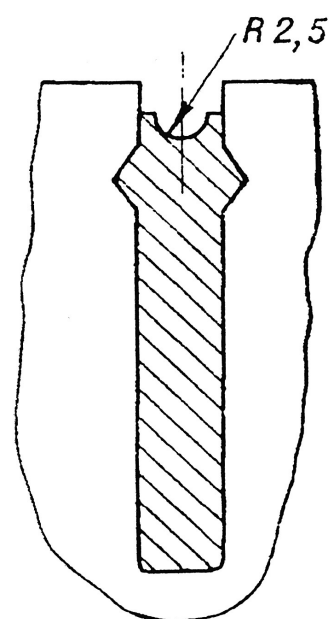

Рис. 5 Чеканка роторных стержней
2.5.6. При необходимости производите чеканку роторный стержней согласно рис. 5, так чтобы верхняя часть стержня осаживалась и заполняла все зазоры между стержнем и стенками паза. Стержни чеканьте по всей длине пакетов активного железа. Между пакетами сердечника (в местах радиальных вентиляционных каналов) стержни не чеканьте.